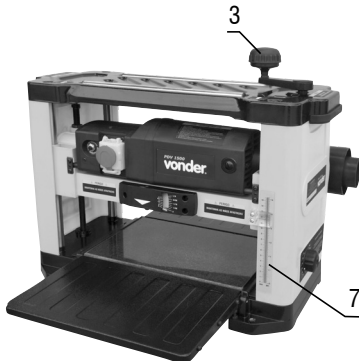

Fig. 5 – Ajuste de profundidade
- Utilize a manopla de ajuste de profundidade (3) para aumentar ou reduzir a profundidade de corte. Uma volta corresponde a uma mudança na profundidade de corte de aproximadamente 2 mm (Fig.5);
- Gire a manopla de ajuste de profundidade (3) para a esquerda para aumentar a profundidade de corte (Fig. 5);
- Gire a manopla de ajuste de profundidade (3) para a direita para reduzir a profundidade de corte.
- Através da escala de ajuste de profundidade (7) é possível obter a profundidade de corte da peça a ser trabalhada (Fig. 5).